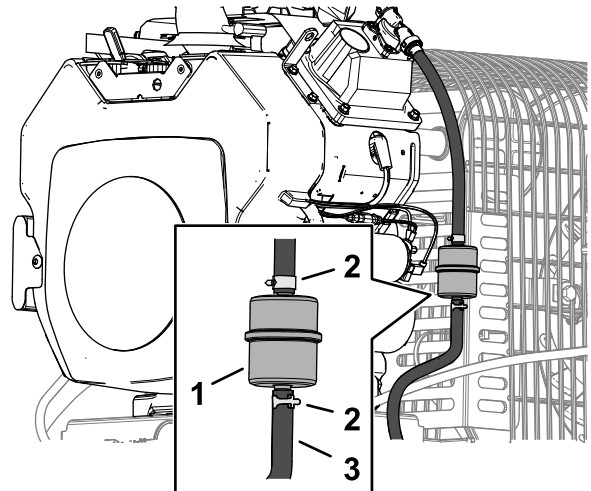

図 40
3. 古いフィルタのクランプをゆるめて脇に寄せる (図 40)。
5. 新しいフィルタをホースに取り付け、クランプで固定する 図 40。
- 燃料フィルタについているクランプをゆるめ、フィルタからずらす 図 40。
- 燃料フィルタから燃料ホースを抜き取る 図 40。
注 落ちてくる燃料を燃料容器または廃油受けに受ける 図 40。
- フィルタに燃料ホースをつなぎ、クランプで固定する (図 40)。